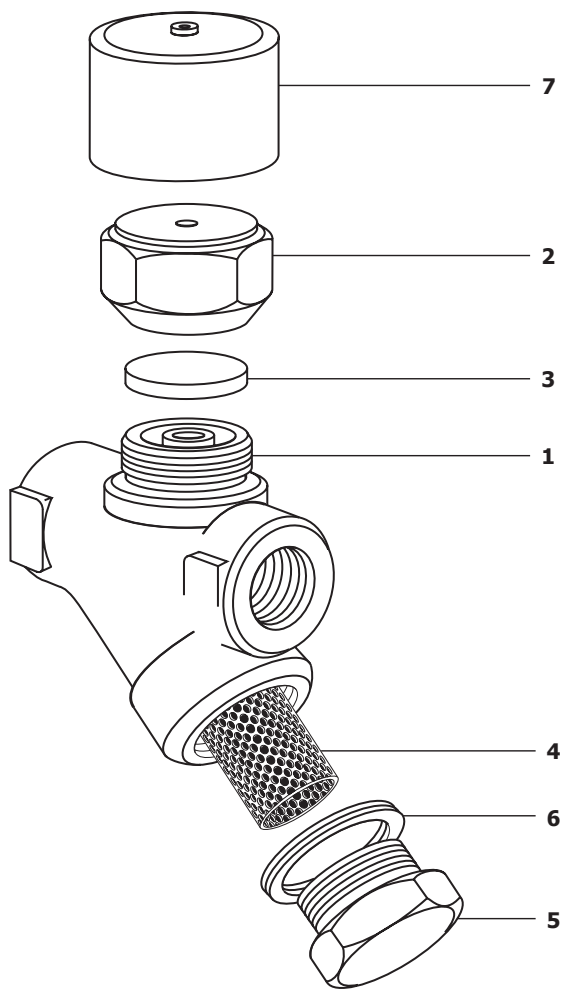

Рис. 3
- 4.3** Проверьте направление движения среды. Предпочтительно устанавливать клапан на горизонтальном трубопроводе так чтобы шток клапана располагался вертикально, а привод клапана находился сверху. Смотри рис. 3, а также инструкцию на привод клапана.